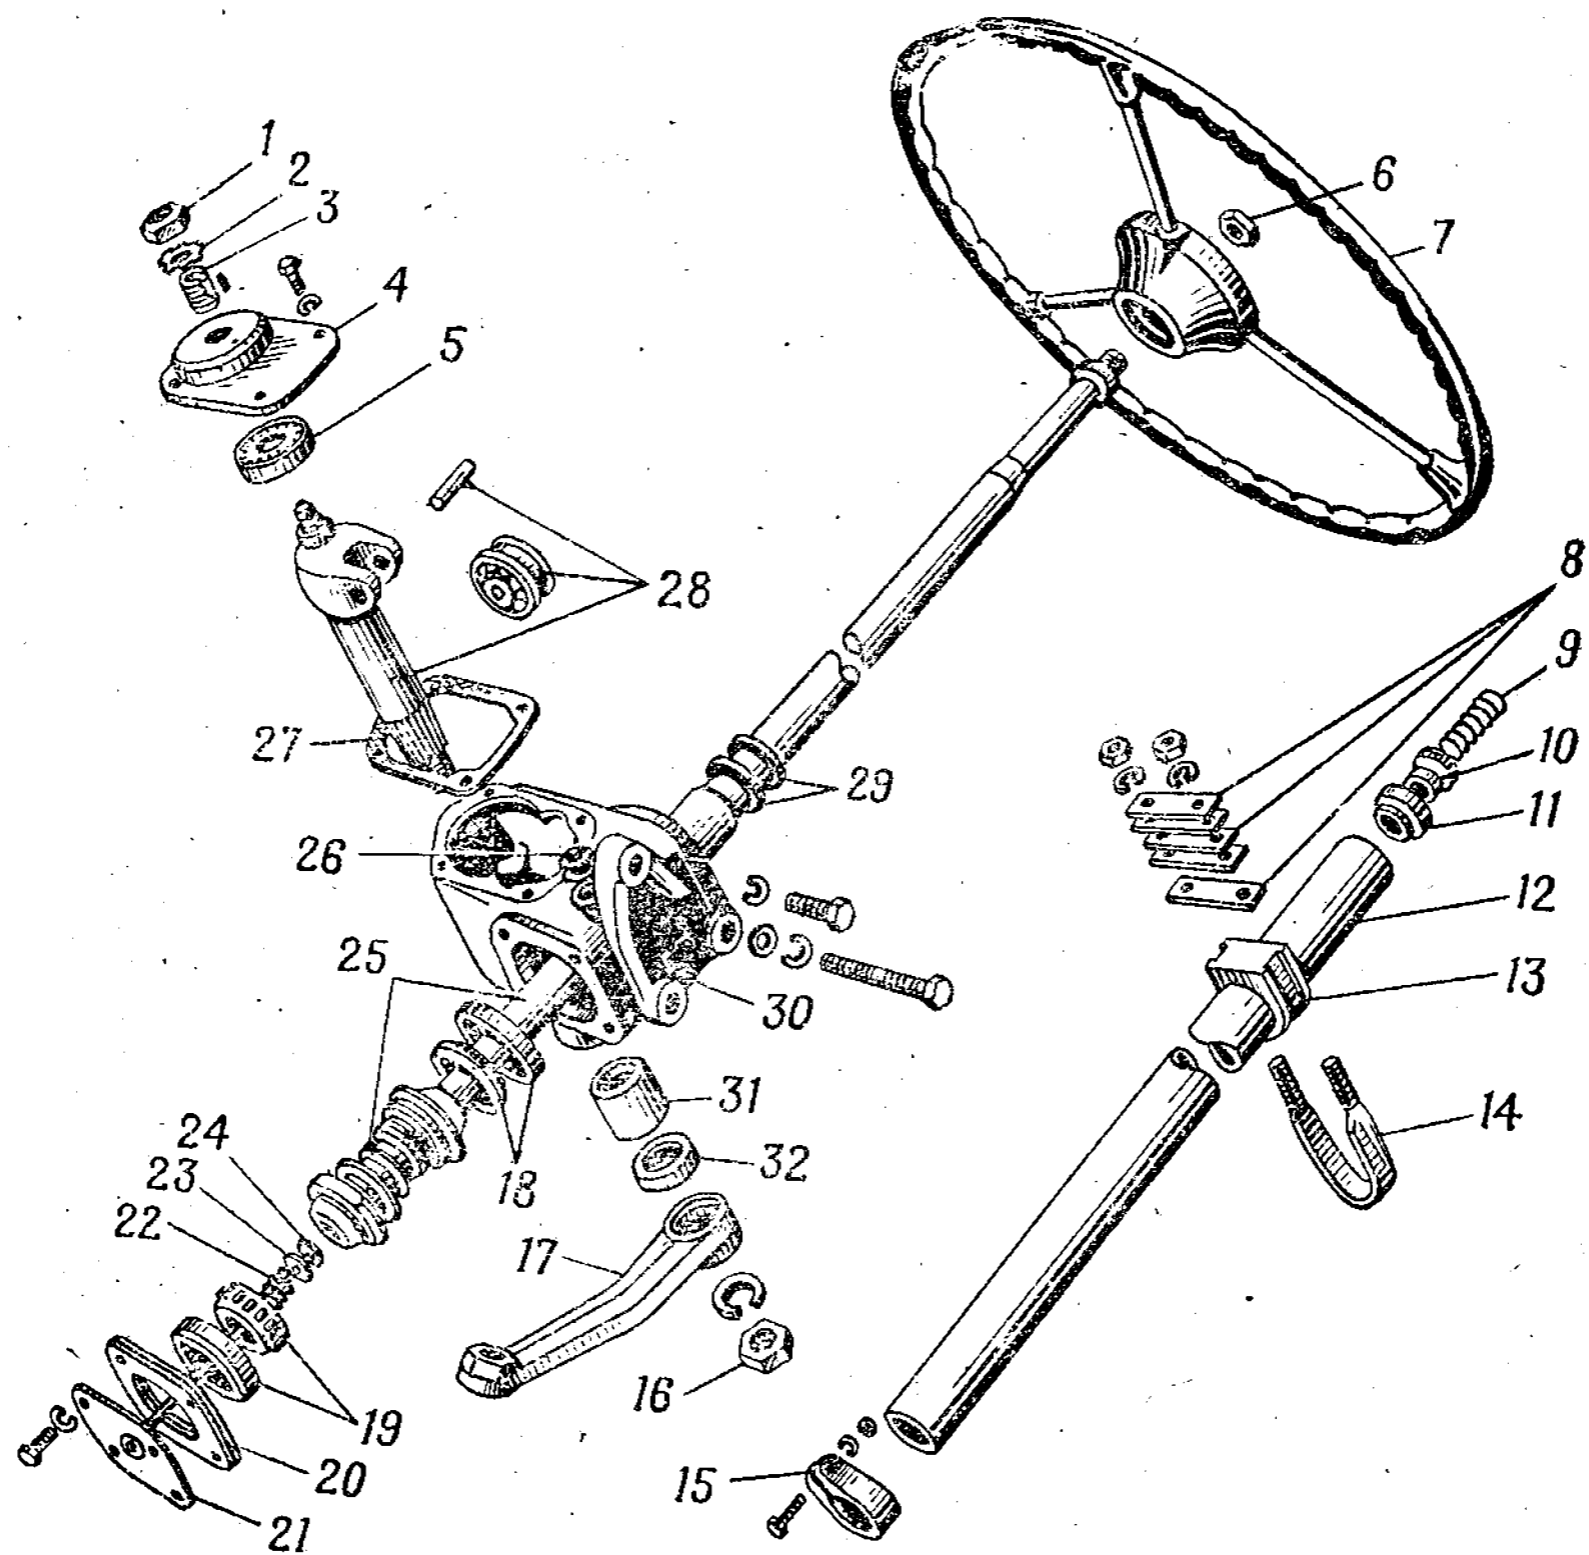

Рис. 149. Детали рулевого управления:
15. Установить картер 30 (рис. 149) рулевого управления в тиски. Обдуть сжатым воздухом
<p>В крайних положениях ролика величина усилия, приложенного к ободу рулевого колеса для поворота вала с червяком, допускается 0,3—0,5 кгс.</p> <p>Уменьшение величины усилия при поворотах вала с червяком от среднего к крайним положениям должно быть плавным</p> <p>24. Снять с вала рулевое колесо</p> <p>25. Установить на регулировочный винт 3 (рис. 149) стопорную шайбу 2, навернуть гайку 1 и затянуть.</p> <p>Стопорная шайба должна войти шпоночным выступом в паз регулировочного винта, а штифт на боковой крышке — в углубление на окружности шайбы.</p> <p>Если штифт не входит в углубление в шайбе, повертывать регулировочный винт, пока штифт не войдет в ближайшее углубление</p> <p>26. Нанести на посадочную поверхность под сальник 32 вала сошки рулевого управления тонкий слой смазки УСс и запрессовать сальник</p> <p>27. Нанести на посадочную поверхность под сальник 29 вала рулевого управления тонкий слой смазки УСс и запрессовать сальник</p> <p>28. Установить на разрезной конец трубы 12 колонки рулевого управления зажимной хомут 15, вставить болт и навернуть от руки гайку с пружинной шайбой</p> <p>29. Установить трубу 12 колонки рулевого управления с подшипником 11 в сборе на вал 25 рулевого управления, сдвинуть зажимной хомут 15 на конец трубы и затянуть гайку болта хомута</p> <p>30. Установить в трубу колонки рулевого управления разжимное кольцо 10 подшипника 11 и пружину 9 разжимного кольца</p> <p>31. Снять рулевое управление с тисков</p>	<p>—</p> <p>Ключ 27—30</p> <p>—</p> <p>Молоток АЗ; выколотка 6602; посуда для смазки; кисть волосяная</p> <p>То же</p> <p>—</p> <p>Ключ 12—14</p> <p>—</p> <p>Молоток АЗ; оправка П66-137</p> <p>—</p>